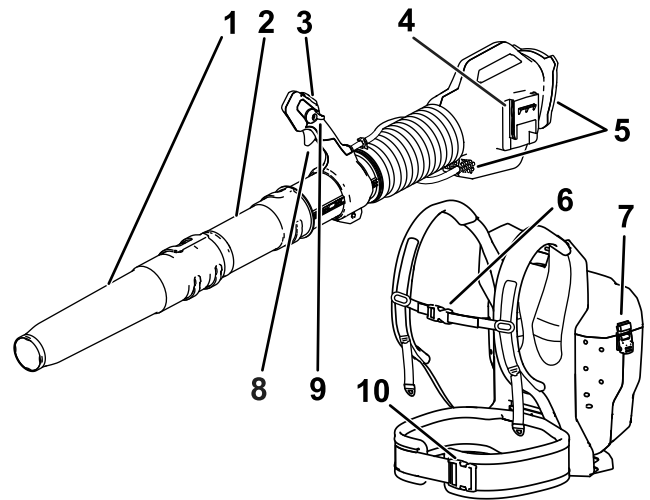

**Figura 4**
1. Alinhe o canhão soprador com a ligação elétrica da mochila (Figura 4).